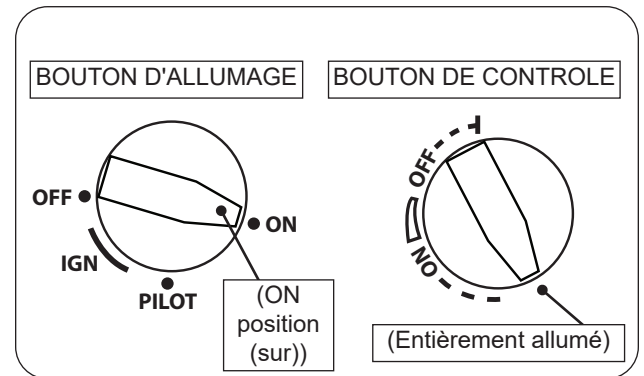

Fig. 73-1 Éclairage manuel
1. Assurez-vous que la veilleuse brûle. Tournez le bouton d'allumage dans le sens antihoraire ↺ sur **ON** (sur) (voir Fig. 73-1).
2. Tournez le bouton de commande dans le sens antihoraire ↺ jusqu'à la position complètement ON (sur) pour allumer le brûleur (voir Fig. 73-1).